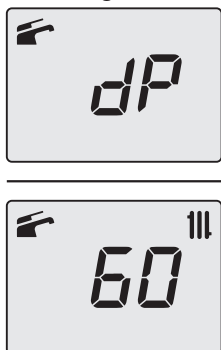

Figura 9.28
- Premendo ulteriormente il tasto 19 (Figura 9.22) è possibile variare nuovamente la potenza in modalità spazzacamino: con visualizzazione sul display LCD delle lettere **dP** che si alternano con il valore di temperatura dell'acqua di riscaldamento (es.**60**), siamo "funzione spazzacamino" alla potenza massima in sanitario" (Figura 9.28);